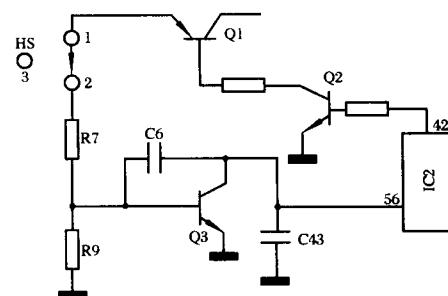

图 1.2
摘机和挂机的实现均通过叉簧开关 HS 和免提开关触发启动电路，从而控制 IC2④脚输出高或低电平，达到摘机和挂机的目的。参看图 1.2，当 Q1 或 Q2 的集电极、发射极漏电，HS ①、②间接触不良，Q3 损坏或 C43 漏电均会出现此故障。测量发现 IC2④脚为低电平，说明故障由启动电路引起。测量发现 Q3 的基极为高电平，检查叉簧开关 HS-1①、②接点，见有积炭。清洁处理后，故障排除。